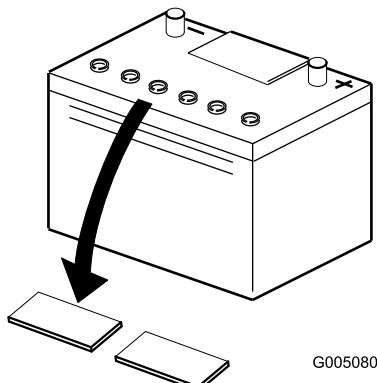

Figure 6
- Nettoyez le dessus de la batterie puis retirez les bouchons d'aération (Figure 6).